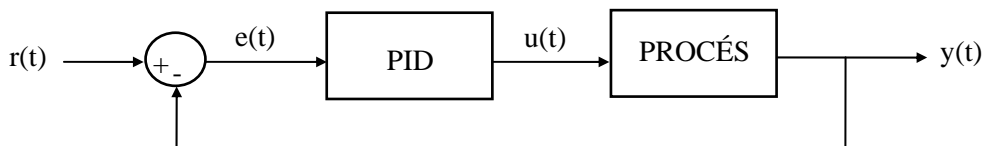

Figura 1. Control d'un procés amb PID
L'esquema global d'un control mitjançant un PID és el que es representa a la Figura 1.
A la Figura 1 es pot veure el frontal de l'entrenador on hi ha situat el ventilador abans esmentat i una sèrie de connectors per a poder fer les connexions d'entrada i sortida als dos processos, l'alimentació al ventilador i dues sortides de tensió variables a través de dos potenciòmetres .
- e) Ajusteu ara el controlador PM-5840/C amb els valors $BP=1$, $T_I = 20$ i $T_D = 5$ i connecteu-lo al procés tal i com es mostra a la Figura 1. Comproveu la resposta del sistema amb aquests valors i reajesteu-los si ho creieu convenient. Captureu la resposta en un fitxer per poder comparar les dades posteriorment.